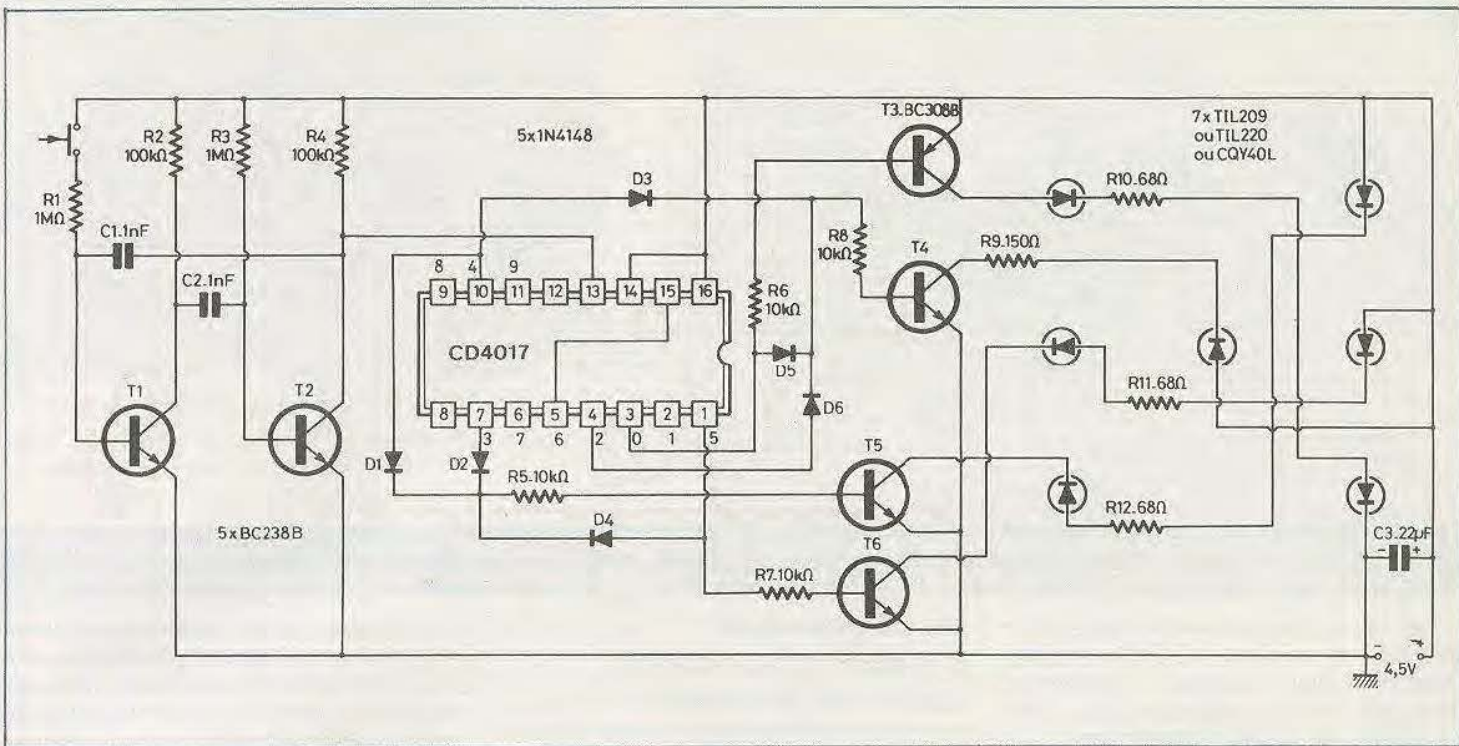

Fig. 1. - Dé électronique comportant un multivibrateur à transistors, un compteur de 10, un décodage et un affichage par 7 diodes lumineuses.
La figure 1 montre le schéma d'un dé qui est, certes, plus complexe que certaines autres réalisations, mais qui a l'avantage d'utiliser un circuit logique CMOS (CD 4017), d'où consommation pratiquement nulle pour la partie « logique » de l'engin et, surtout, la possibilité d'alimenter par une pile bien classique de 4,5 V.
Cette touche est, certes, un composant très simple, mais si vous prenez la peine de consulter les pages d'annonces de cette revue, vous trouverez sans peine des fournisseurs qui vendent un BC 308 B encore moins cher qu'une telle touche. D'où la possibilité économique d'une solution élégante : la touche d'effleurement. La figure 2 montre que c'est le BC 308 B qui remplace la touche de la figure 1 par sa voie émetteur-collecteur, alors que sa base se trouve reliée,
Quant au dé de la figure 1, on arrive déjà à le « piper » en modifiant une seule connexion : au lieu de relier la broche 15 à la broche 5, on la relie à la broche 6, sur laquelle le compteur décode le « 7 ». Dans ces conditions, le dé fonctionne avec 7 positions ; mais comme la septième position correspond à un plot (5) non connecté, elle est équivalente à la deuxième (plot 2), et le dé affiche alors un « 2 ». En d'autres termes, le « 2 » revient deux fois à chaque cycle de comptage. On l'obtiendra donc, statistiquement, à peu près deux fois plus souvent que toutes les autres valeurs.
Fig. 2. à 4. - Pour pouvoir commander le montage de la figure 1 par une touche d'effleurement, il suffit d'y ajouter un transistor et une résistance. Exemple de trucage, multipliant par 2 la fréquence des « 6 ».
Certes, il existe d'autres moyens. Le principe de la touche d'effleurement, mentionné plus haut, peut fonctionner avec des vis d'assemblage d'un boîtier, avec des décors métalliques. Et le joueur averti, qui pose ses mains d'une certaine façon sur le boîtier du dé, peut alors déclencher un système de portes logiques qui effectue sur le montage de la figure 1 la modification électrique correspondant au schéma de la figure 3.
Pour la mise en œuvre de ce principe, il suffit de modifier le multivibrateur de la figure 1. La figure 4 montre qu'on polarise maintenant T₁ par un transistor T₈ dont le circuit de base comporte une forte capacité, C₄. Quand on manœuvre la touche d'effleurement, T₇ charge C₄, T₈ se trouve saturé et T₁ fonctionne avec polarisation normale. Quand on lâche la touche C₄ se décharge lentement dans R₁₄, d'où diminution de la tension de base de T₈. Consécutivement, l'intensité de collecteur de T₈ diminue d'une façon à peu près exponentielle, et comme cette inten-
Fig. 5. - Platine imprimée du dé électronique à effet de suspense réunissant les schémas des figures 1 et 4. Implanter les LED très « haut sur pattes », de façon qu'elles puissent émerger de la paroi supérieure du boîtier.